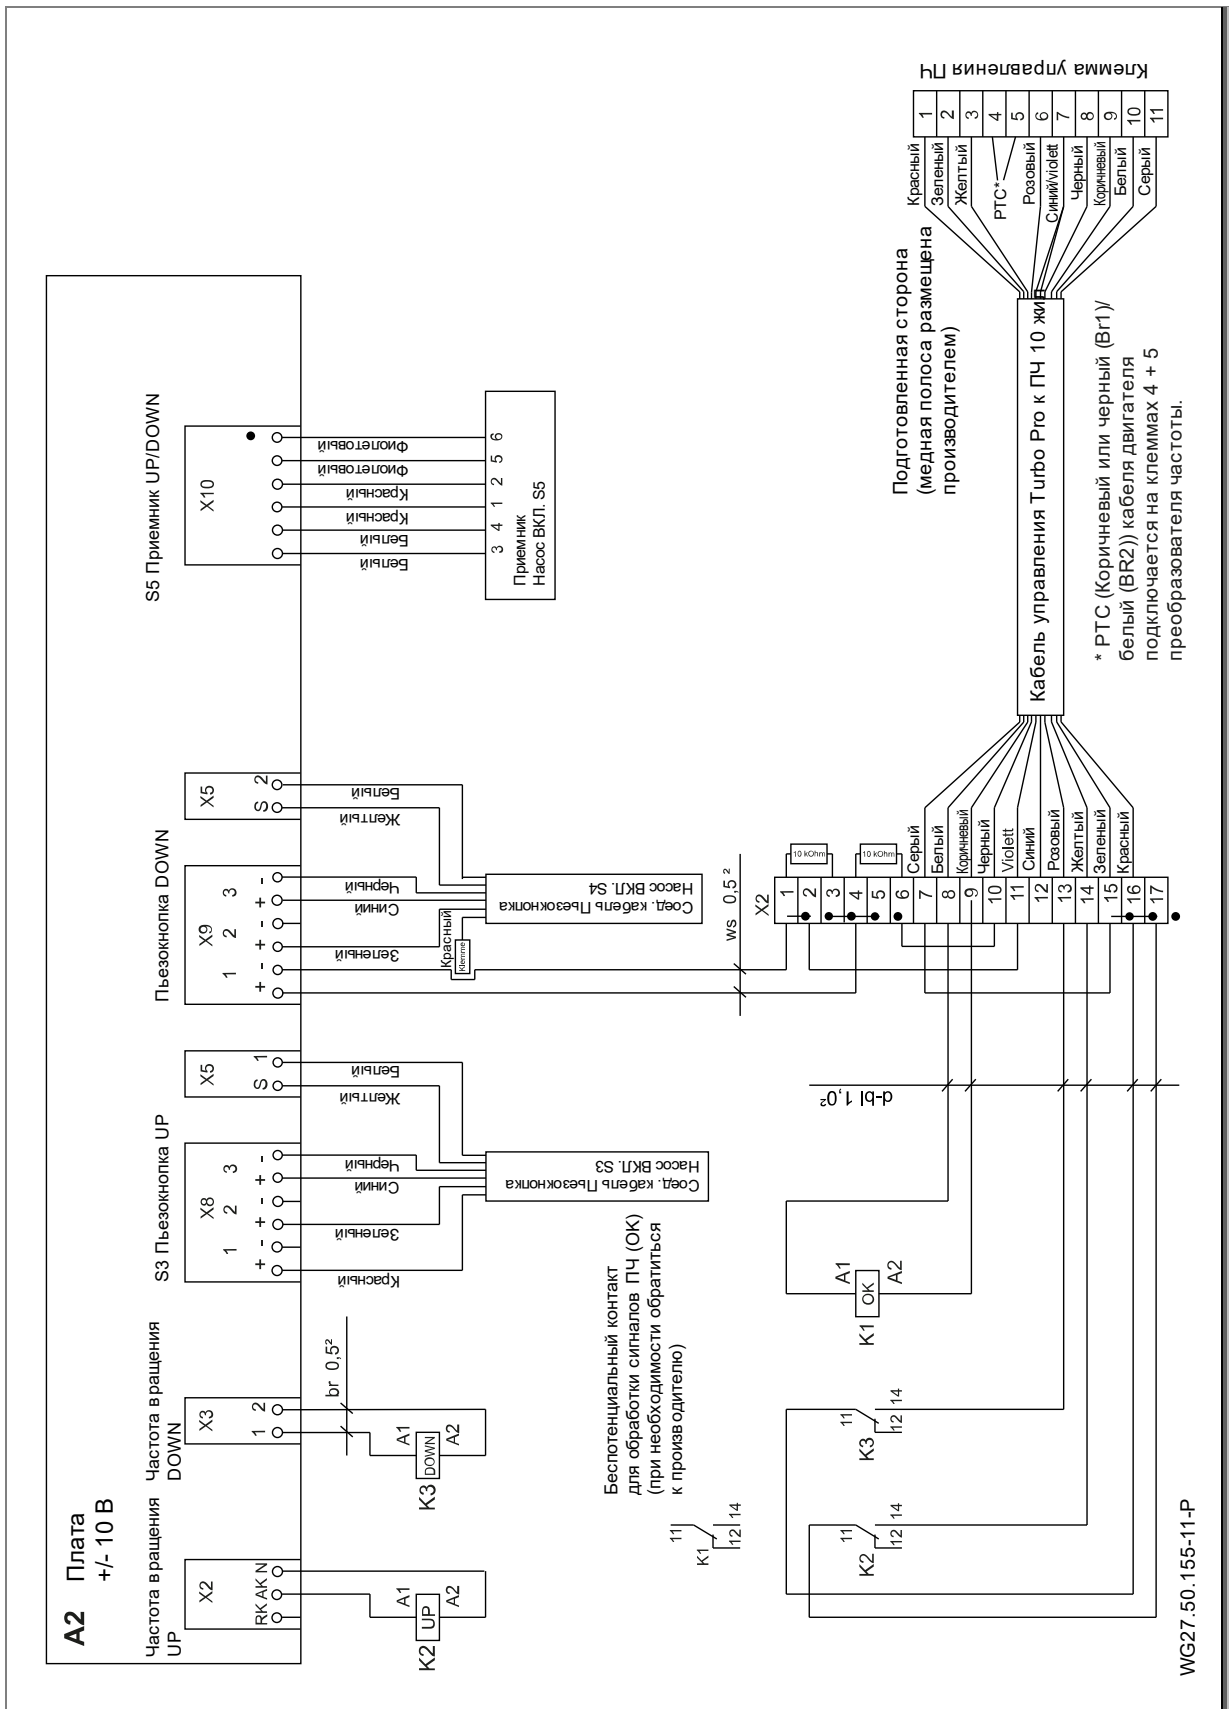

Рис. 20
14. Провода для РТС (Коричневый или черный (Br1)/белый (BR2)) подключить в соответствии со схемой. См. "Рис. 20" на стр. 26